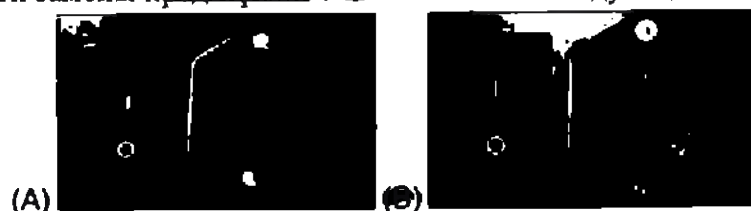

Рисунок 23. Выключение анализатора
1. Выключите анализатор (рисунок 23, позиция А) и отключите его от блока питания (рисунок 23, позиция В).